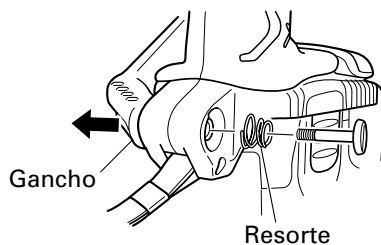

Fig. 9
- Saque el gancho y el resorte. (Fig. 9)